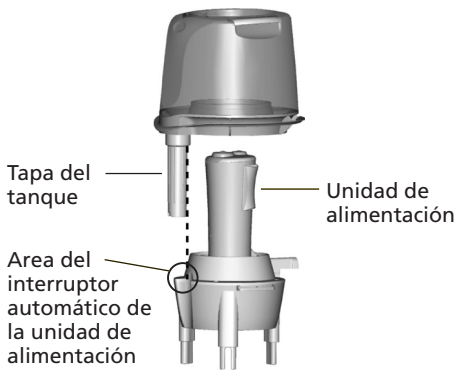

Figura 6
9. Traslade el tanque de agua sosteniéndolo de las dos manijas que están en la parte superior del tanque, coloque el tanque de agua de tal manera que la ranura en la parte de atrás quede justo sobre el cable eléctrico y que la tapa del tanque en la parte del frente entre en el área del interruptor automático de la unidad de alimentación. Vea la figura 6.